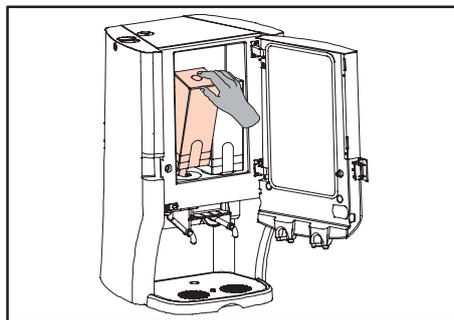

Fig. 86 Retrait / remplacement des packs d'ingrédients
2. Retirez les packs d'ingrédients (fig. 86).